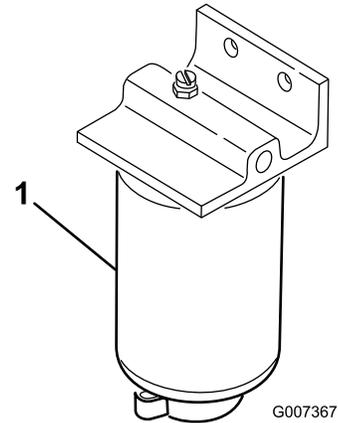

図 46
1. 燃料フィルタの下に汚れのない容器をおく 図 46。
2. フィルタ容器の周辺をウェスできれいにぬぐう **図 46**。